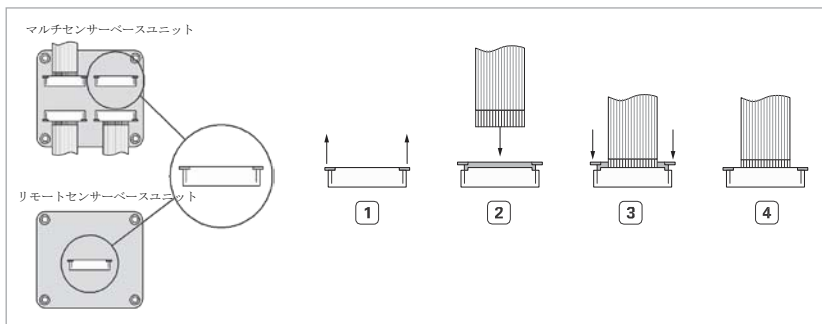

図10: ベースユニットへのフレックスフォイルケーブルの接続: 接点は見えませんが青いマーカースは見えます。
1. ベースユニットのコネクタのロックを引き抜きます (→31ページの図10)。